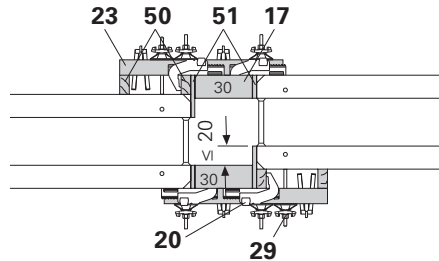

Fig. A11.01
- Filière de compensation TAR 85 (23)
- Tendeur DW 15/400 (29)
- Compensation hors devis (50)
- Platine de compensation (51)
- Élément TR 30 (17)
- BFD supplémentaire (20) à partir de 12 cm
- (Fig. A11.01)